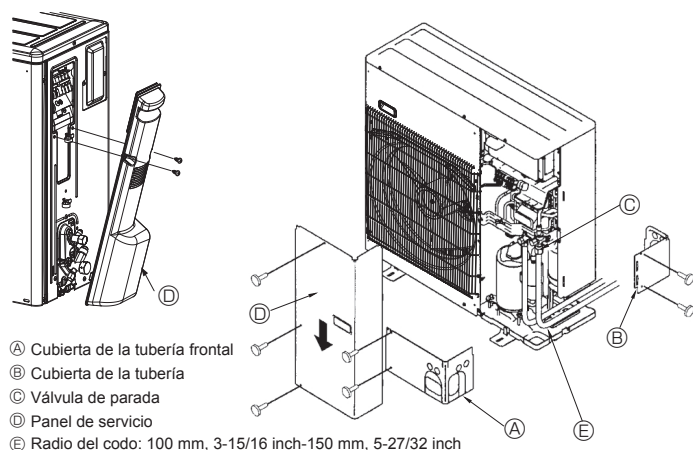

Fig. 4-3
4.3. Tubos de refrigerante (Fig. 4-3)